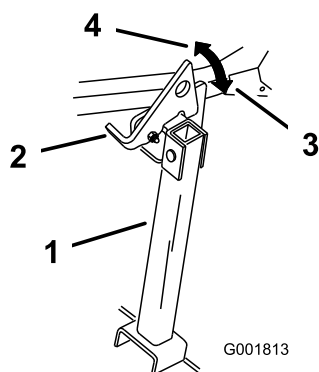

Figure 42
2. Relevez le verrou en position déverrouillée (Figure 42).